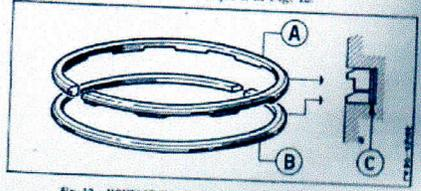

Fig. 12 - MONTAGE EXACT D'UN SEGMENT RACLEUR SUR LE PISTON
**ATTENTION:** Le segment racleur est composé de deux bagues séparées: l'une dentelée A) et l'autre lisse B) (Fig. 12). Pour monter un segment racleur dans l'entaille du piston il est absolument nécessaire que la bague A) soit placée du côté haut avec les dentelures dirigées vers le bas et que la bague lisse B) soit placée en dessous.
La fig. 12 indique également d'une manière très claire la position exacte des coins émoussés (qui sont dirigés vers le haut) et des entailles des segments, défilées l'une par rapport à l'autre, afin d'assurer une parfaite étanchéité.
Ne pas oublier de monter toujours entre le segment racleur et l'entaille du piston le ressort C) comme indiqué à la Fig. 12.